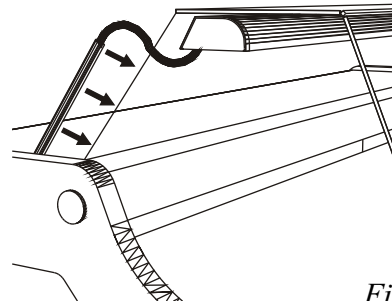

Fig.4
- 6.mettre le manchon de protection sur la conduite d'alimentation de la lampe fluorescente (fig. 4),
7. mettre le manchon de protection sur la conduite d'alimentation de la lampe fluorescente (fig. 4),